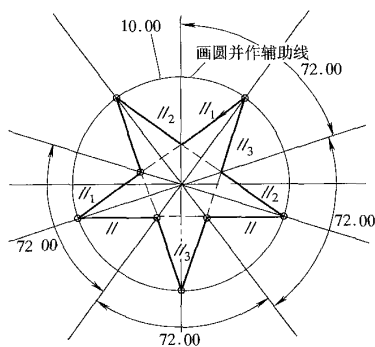

图 2
②点选 FORNT 绘图面,“正向”,“缺省”,进入草绘模式,绘制如图 2 所示的截面。
说明:按住 CTRL + G 可将任何线生成构造线,如图 2 所示的圆就是用这种方法。